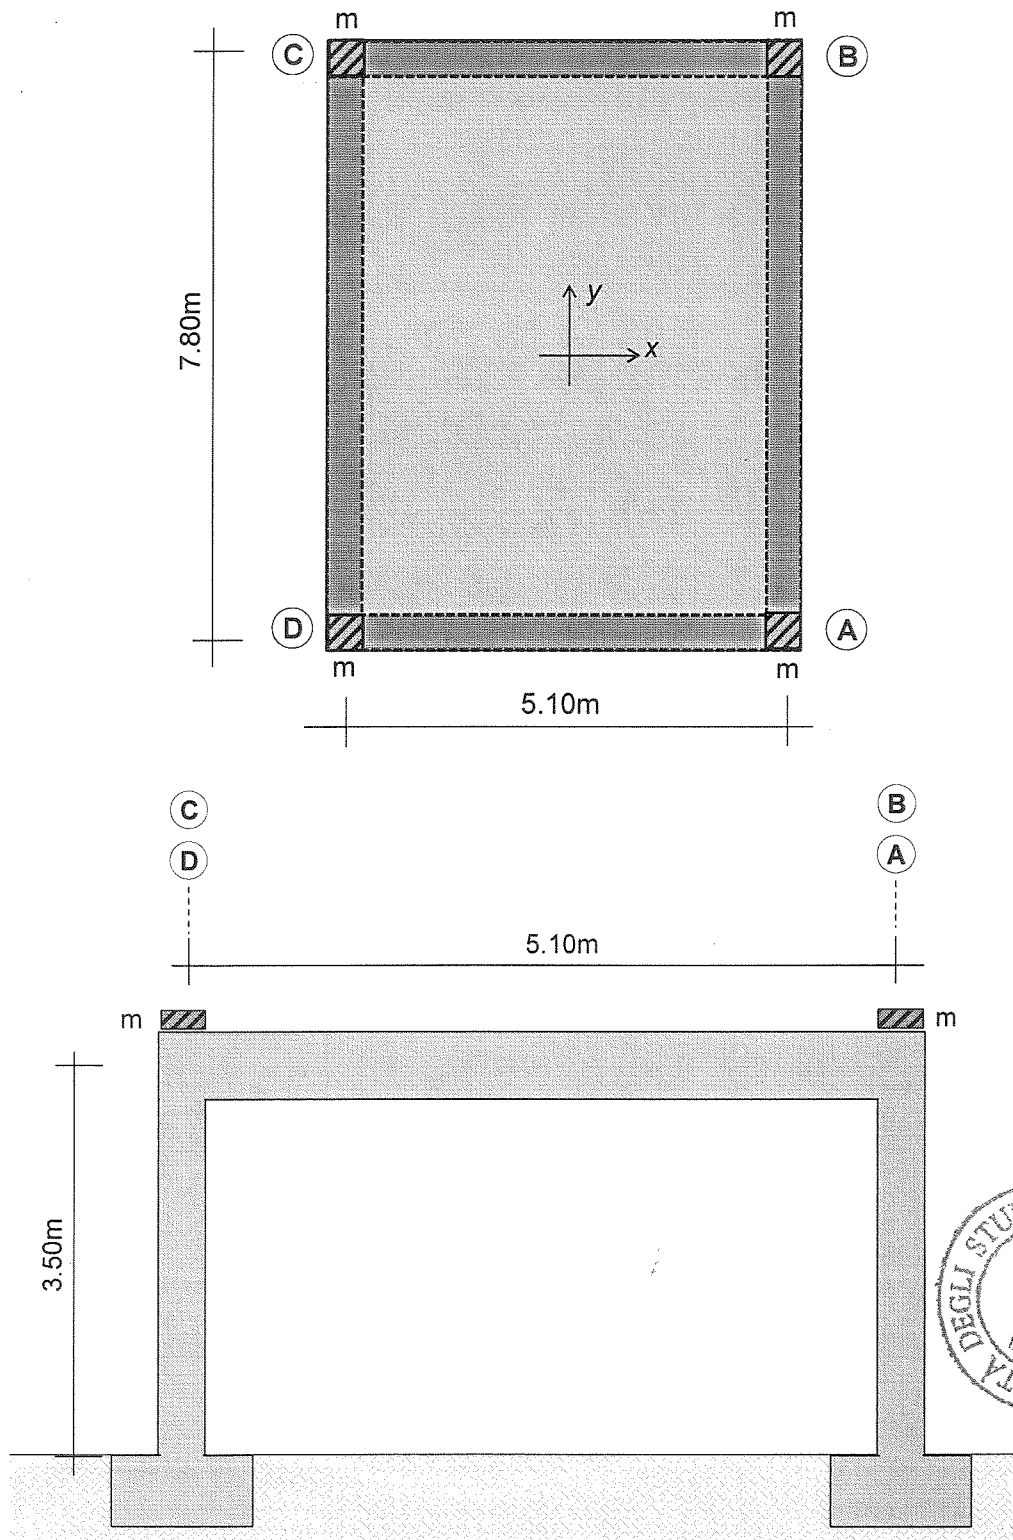

Figura 1: pianta (in alto) e prospetto (in basso) della struttura da progettare.
La struttura mostrata in Figura 1 è costituita da quattro pilastri (identificati in pianta dalle lettere A, B, C, D) che sostengono quattro travi (A-B, B-C, C-D, D-A) e un solaio piano. E' realizzata in cemento armato con calcestruzzo di classe C25/30 e acciaio B450C.
2. Progettare i quattro pilastri per una combinazione di carichi sismica che include, oltre ai pesi propri, i carichi verticali permanenti e l'azione sismica orizzontale. Si considerino inoltre quattro masse aggiuntive. Ciascuna massa ha un valore $m=40\text{ton}$ ed è posizionata al di sopra di uno dei quattro pilastri alla quota del solaio, come mostrato in Figura 1.
Ai fini del calcolo dell'azione sismica, si parta dallo spettro elastico in accelerazione $S_e(T)$ fornito nel grafico in Figura 2. Si consideri l'azione sismica nella sola direzione orizzontale x , come mostrato nella pianta in Figura 1.